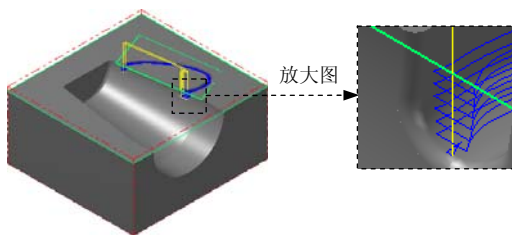

图 21.22 刀具路径
(1) 在“曲面残料粗加工”对话框的**刀具路径参数**选项卡的列表框中显示出 Step5 所选择的刀具，双击该刀具，系统弹出“定义刀具-机床群组-1”对话框。
(2) 设置刀具号码。在“定义刀具-机床群组-1”对话框中的**刀具号码**文本框中，将原有的数值改为 3。
(3) 设置刀具参数。单击“定义刀具 - 机床群组-1”对话框中的**参数**选项卡，在**进给速率**文本框中输入值 150.0，在**下刀速率**文本框中输入值 100.0，在**提刀速率**文本框中输入值 500.0，在**主轴转速**文本框中输入值 3000.0。
(4) 设置冷却方式。在**参数**选项卡中单击 **Coolant...** 按钮，在系统弹出的“Coolant...”对话框中的**Flood**（切削液）下拉列表中选择 **On** 选项。单击 **✓** 按钮，关闭“Coolant...”对话框。
(5) 单击“定义刀具-机床群组-1”对话框中的 **✓** 按钮，完成刀具参数的设置。
Step9. 单击“曲面残料粗加工”对话框中的 **✓** 按钮，同时在图形区生成图 21.22 所示的刀具路径。